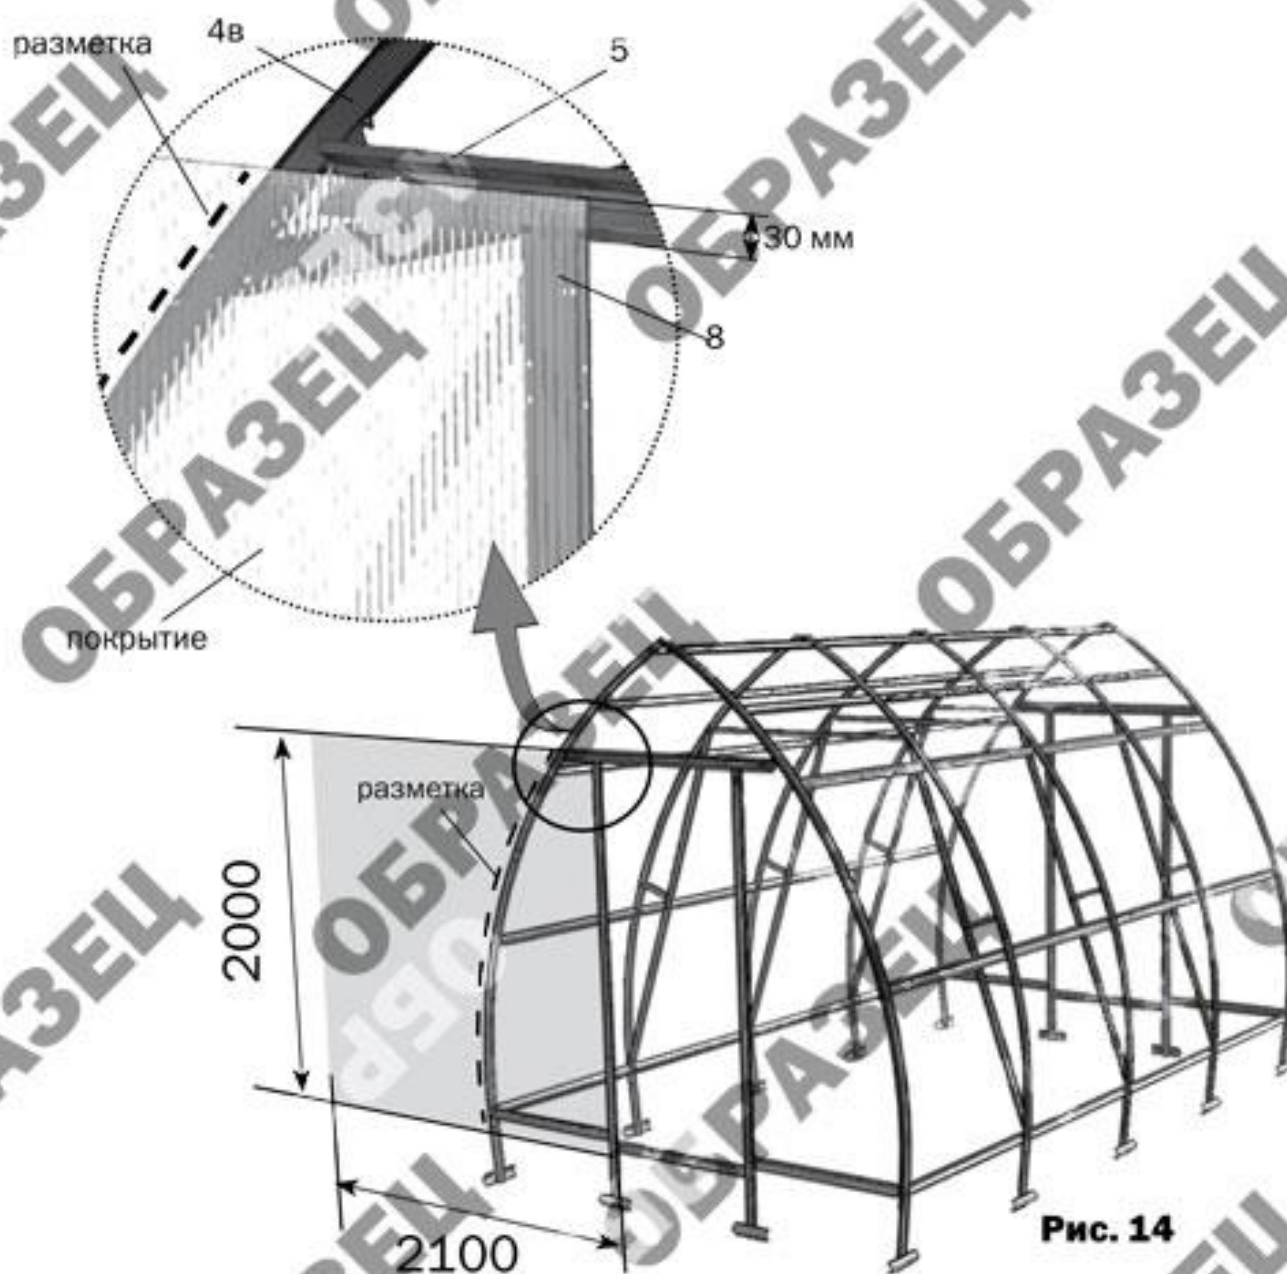

Рис. 14
РАСКРОЙ ЛИСТА ПОЛИКАРБОНАТА ВЫПОЛНЯЙТЕ СТРОГО В СООТВЕТСТВИИ С РИС. 13 и РИС. 14
1. Раскройте лист покрытия для торцов. Для этого отрежьте от листа поликарбоната кусок 2 метра длиной (см. линии реза на **рис.13**). Чтобы сделать шаблон покрытия, приложите вырезанный кусок к собранному торцу теплицы и, не снимая защитной пленки с поликарбоната, нанесите разметку шаблона на листе покрытия по деталям **4в** и **4н** с припуском (**рис.14**). При разметке край листа строго совмещается по кромке деталей **7** и **8**, а верхняя кромка выше на 30 мм нижнего края детали **5**. Вырежьте шаблон. Разметьте оставшуюся часть листа, используя вырезанный шаблон, в соответствии со схемой раскроя (**рис.13**).